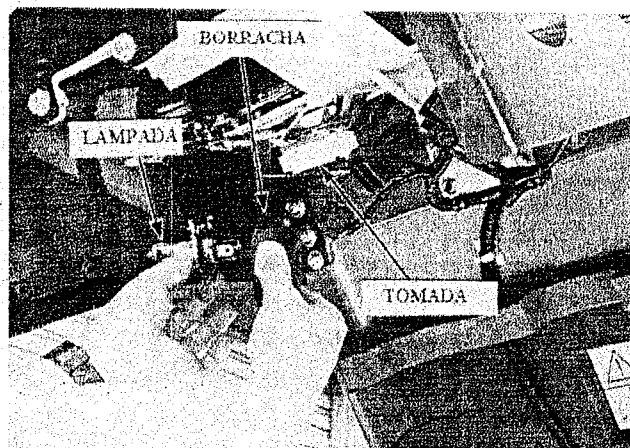

Fig. 74 – Ligação do farol dianteiro
- 1 – Levantar o conector e a ligação da estrutura, fig. 74